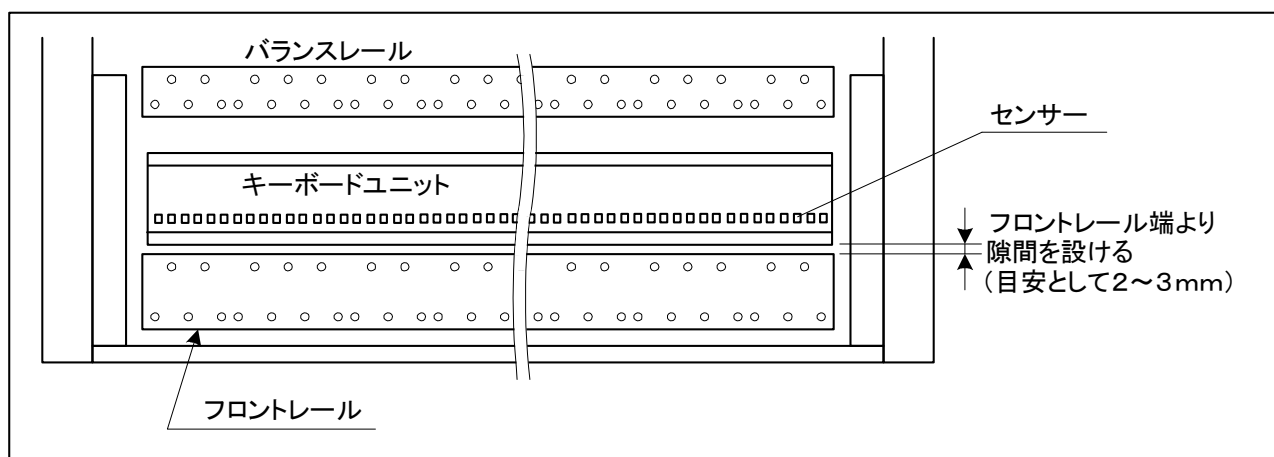

図3.3-3 キーボードユニットの取り付け
- (3) 図3.3-3の様に、センサー側を手前にして、フロントレールとバランスレールの間にキーボードユニットを載せ、高さ調整時にフロントレールの側面に接触しない程度の隙間（目安として2～3mm）を設けた位置に設置する。フロントレールの近くに障害物等がある場合は、可能な限りフロントレール寄りに設置する。